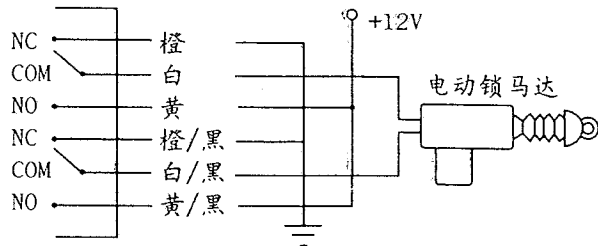

图4 正负触发
2. 原车配备有中央控制门锁，但是驾驶座门内仅仅只有一个开关带动其他三个门作用开关门锁，因此在驾驶座门内必须加装一个马达藉以带动门内拉杆及开关。（参图4正负触发）